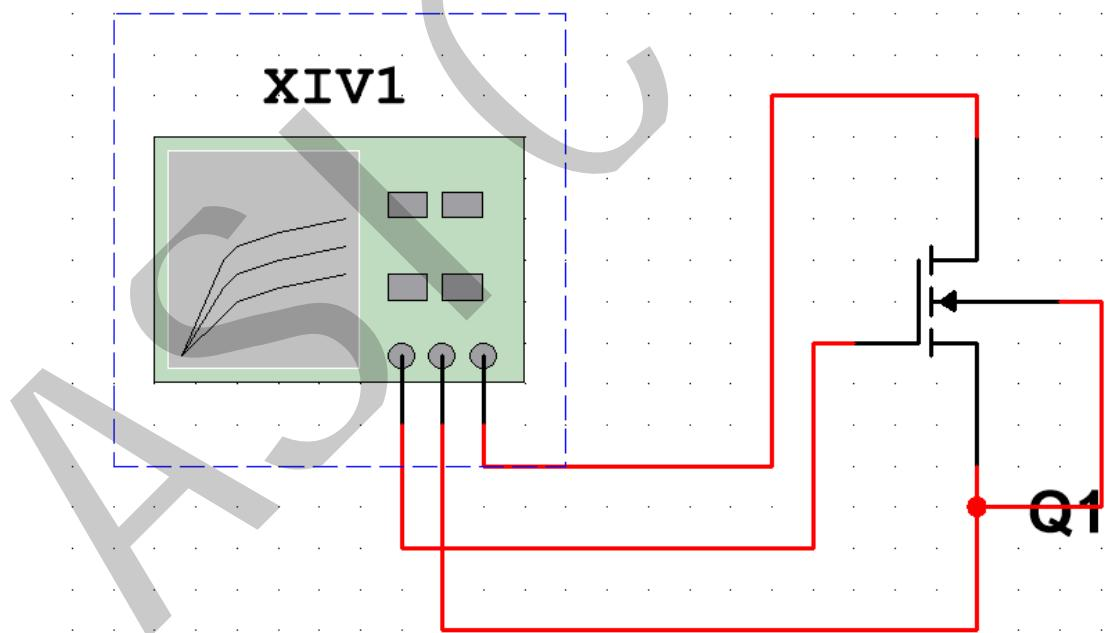

图 1 NMOS 管输出特性测试电路
- (1) 使用 MultiSIM 软件，绘制如下图 1 所示的测试电路。